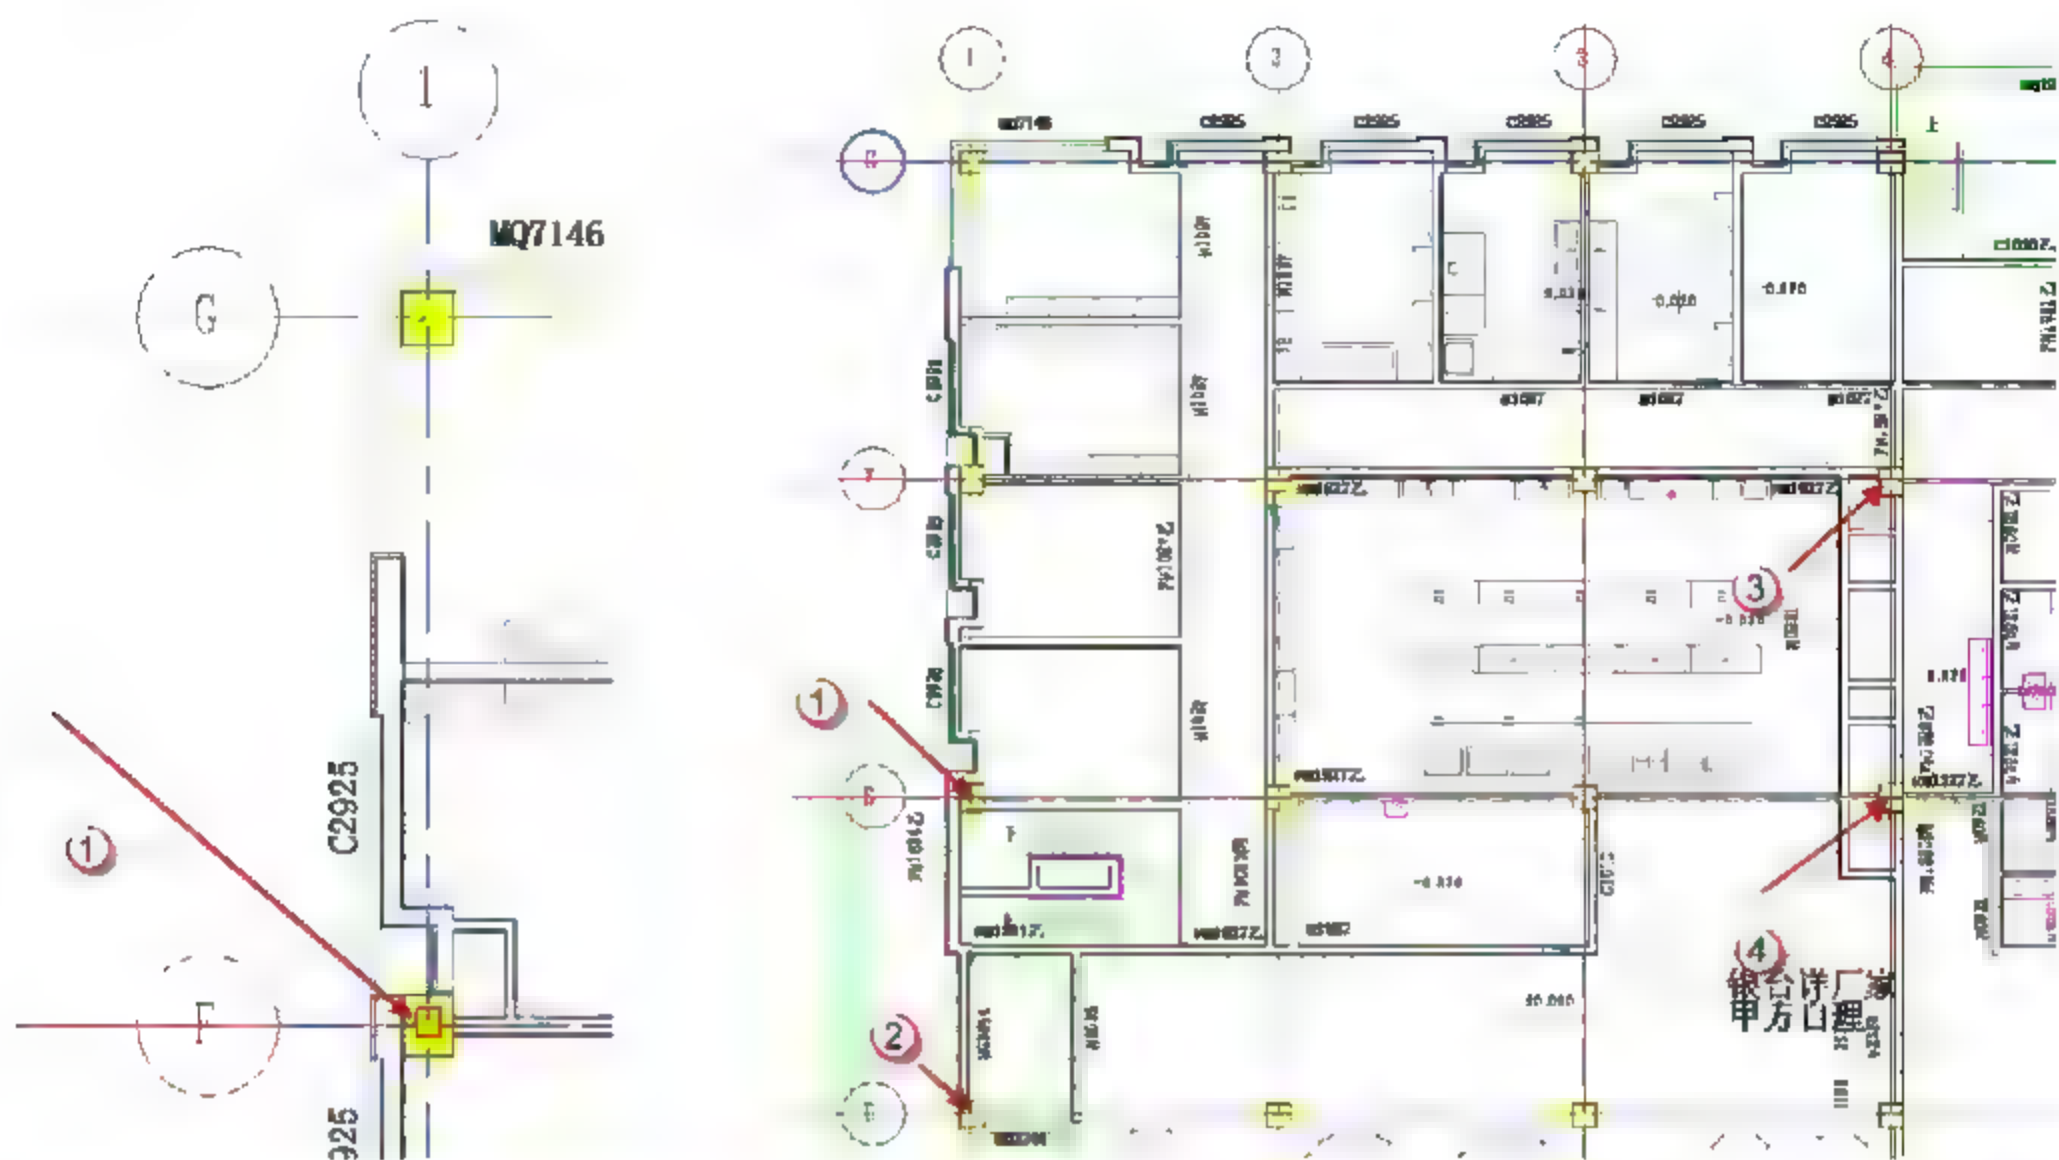

图 10.2.66 “600\*700”矩形柱的绘制对齐点详图 图 10.2.67 “600\*700”矩形柱的绘制部分对齐点
(8) D 轴到 G 轴和 1 轴到 4 轴之间“600\*700”建筑柱的绘制。选择“建筑”→“柱”→“建筑柱”命令，选择“600\*700”建筑柱，将高度改为到“屋顶”（由于本食堂项目 1、2、3 层柱子几乎相同，这里所有柱子都直接画到屋顶层，后面再做局部修改）。将光标对准如图 10.2.66 所示“1”点（1 轴和 F 轴的交点），再单击对齐。重复上述步骤，完成 D